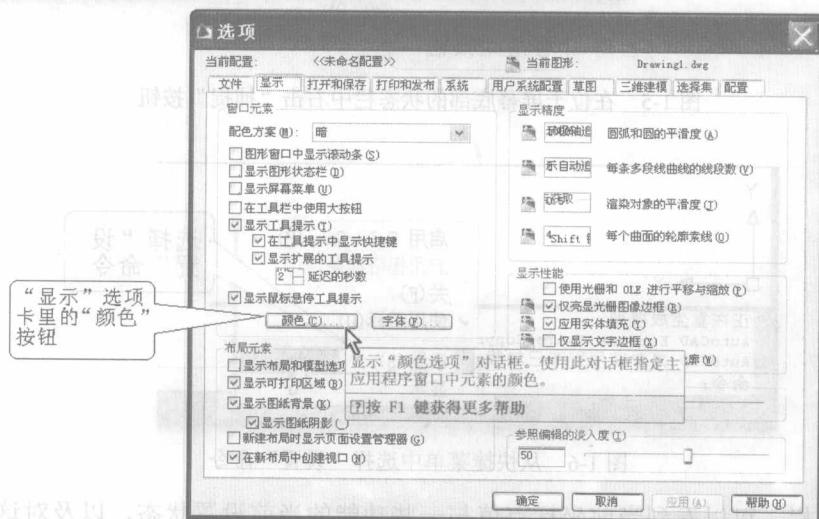

图 1-8 单击“颜色”按钮
**步骤 2** 在“选项”对话框的“显示”选项卡中单击“颜色”按钮，如图 1-8 所示。